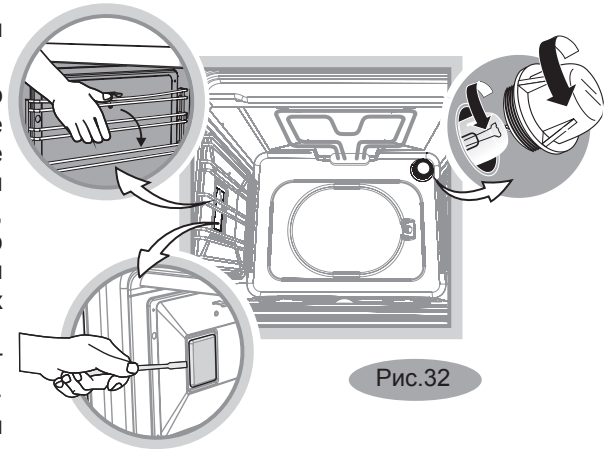

Рис.32
- Открутите стеклянный плафон (рис. 32).